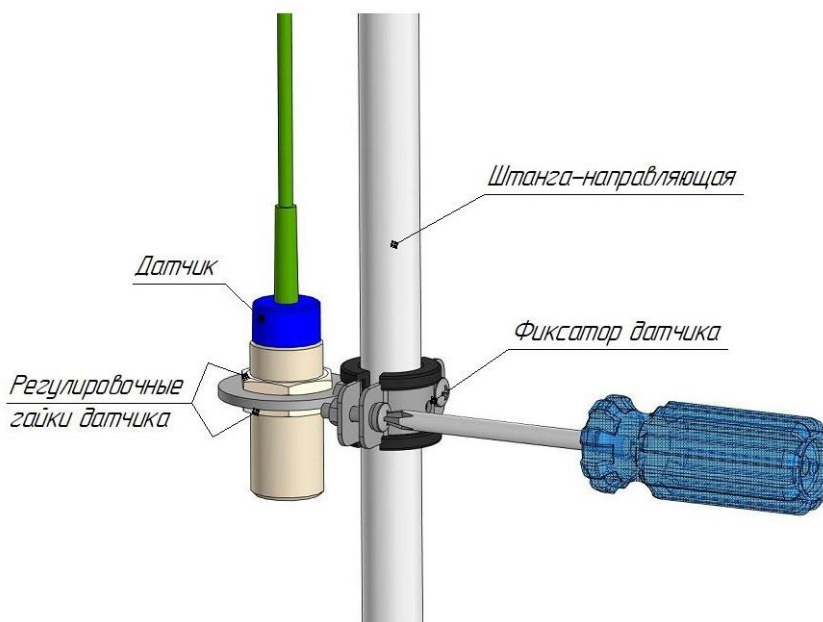

Рис. 5 – Монтаж датчика на штангу
5) Установить датчик в фиксатор, закрепить регулировочными гайками. Рис. 5.